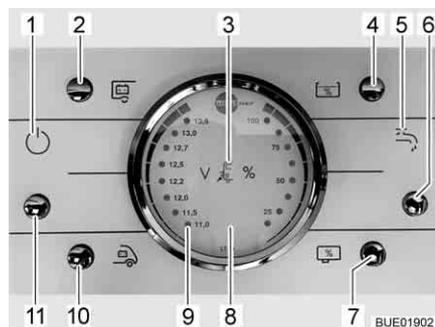

Fig. 141 Pannello di controllo LT 96
Il tasto (Fig. 141,11) inserisce o disinserisce il pannello di controllo e l'alimentazione a 12 V del vano abitabile.
**Accensione:** ■ Premere il tasto (Fig. 141,11): L'alimentazione a 12 V dell'abitacolo è inserita. La spia di controllo (Fig. 141,1) si accende.
**Spegnimento:** ■ Premere il tasto (Fig. 141,11): L'alimentazione a 12 V dell'abitacolo è disinserita. La spia di controllo (Fig. 141,1) si spegne.
Per l'indicatore volt/serbatoio (Fig. 141,8) leggere la scala sinistra. L'indicatore si illumina automaticamente appena viene premuto un tasto.
- Premere il tasto (Fig. 141,10): Viene indicata la tensione della batteria di avviamento.
- Premere il tasto (Fig. 141,2): Viene indicata la tensione della batteria dell'abitacolo.
Per l'indicatore volt/serbatoio (Fig. 141,8) leggere la scala destra. L'indicatore si illumina automaticamente appena viene premuto un tasto.
- Premere il tasto (Fig. 141,4): Viene indicato il livello del serbatoio dell'acqua.
- Premere il tasto (Fig. 141,7): Viene indicato il livello del serbatoio delle acque grigie.
- Premere il tasto (Fig. 141,6): L'alimentazione idrica è accesa. La spia di controllo della pompa dell'acqua (Fig. 141,5) si accende.
- Premere il tasto (Fig. 141,6): L'alimentazione idrica è spenta. La spia di controllo della pompa dell'acqua (Fig. 141,5) si spegne.
La spia luminosa rossa "ALARM" (Fig. 141,9) inizia a lampeggiare non appena la tensione della batteria dell'abitacolo scende al di sotto di 11 V (misurazione durante il normale esercizio) con conseguente rischio che la batteria si scarichi troppo.
La spia di controllo a 12 V (Fig. 141,1) si accende non appena viene inserito il tasto principale dei 12 V (Fig. 141,11).
La spia di controllo a 230 V (Fig. 141,3) si accende quando all'ingresso della centralina elettrica è presente una tensione di rete.